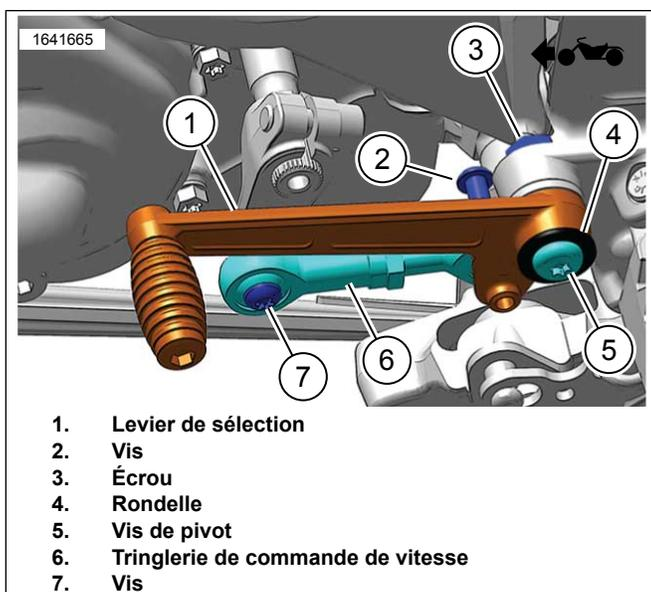

Figure 2. Retrait du levier de vitesse et de la tringlerie de commande de vitesse
2. Voir la Figure 2. Retirer la vis avant de la tringlerie de commande de vitesse (7).
3. Voir la Figure 2. Retirer la vis de pivot (5), la rondelle (4) et l'écrou (3) du levier de vitesse.
4. Voir la Figure 2. Retirer le levier de vitesse (1) et la tringlerie de commande de vitesse (6) du bossage du châssis.
5. Voir la Figure 2. Retirer la vis (2) de la tringlerie de commande de vitesse (6) du levier de vitesse (1).